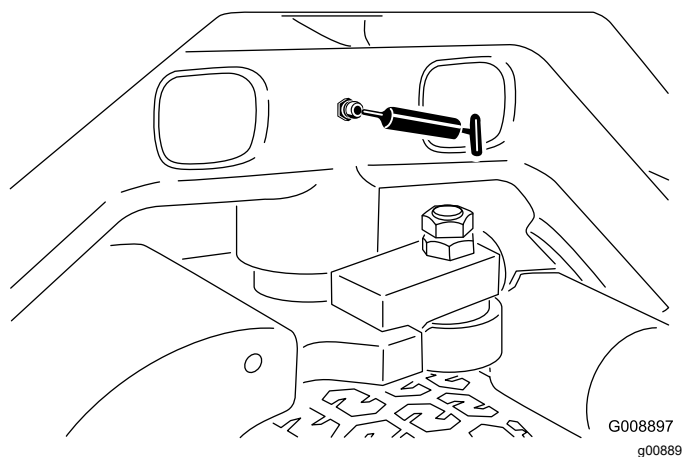

Figura 48
- Perno dello sterzo (Figura 48)